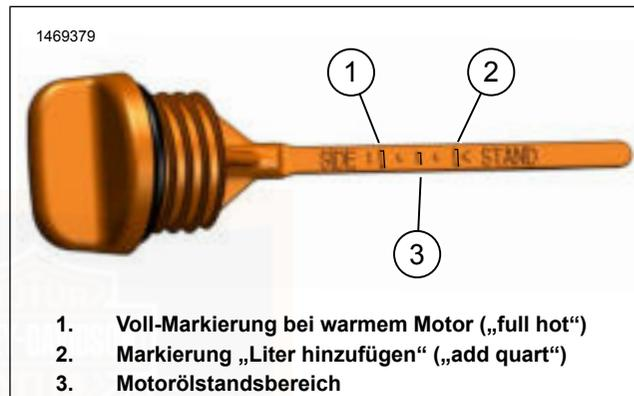

Abbildung 43. Motorölmesstab (Messung bei Fahrzeug auf Seitenänder)
- e. Siehe Abbildung 43. Den Ölstand (3) kontrollieren. Der Ölstand muss zwischen den Markierungen „full hot“ (1) und „add quart“ (2) am Messstab liegen.
16. Siehe Abbildung 43. Nur soviel Öl nachfüllen, dass der Ölstand die Markierung „add quart“ erreicht.